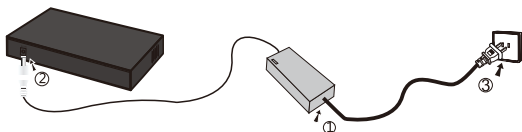

图1.1.2电源连接示意图
2. 外置式的需连接电源适配器，接入AC100~240V, 50~60Hz, DC输入12V，如图 1.1.2 所示。